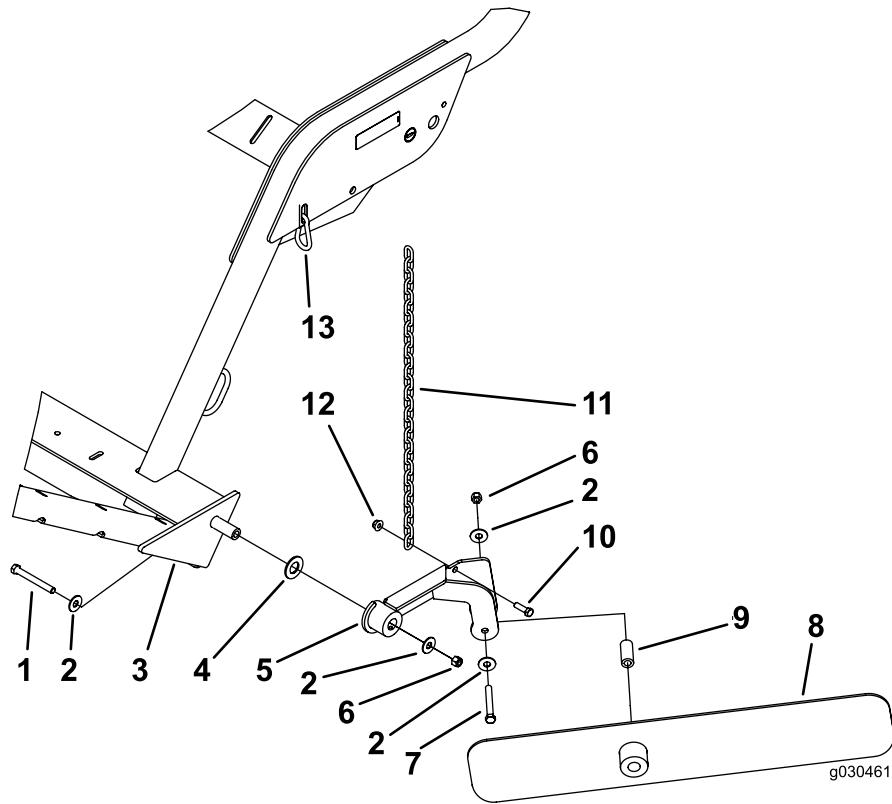

Figura 16
Nota: Posicione os componentes como se indica na Figura 16.
- Fixe a lâmina de alinhamento ao conjunto de montagem com um parafuso (7/16 pol. x 3¼ pol.), duas anilhas planas, um espaçador e uma porca de bloqueio (7/16 pol.). Monte os componentes como se mostra na Figura 16.
- Prenda a corrente no conjunto de montagem da lâmina utilizando um parafuso (¾ pol. x 1¼ pol.) e uma porca flangeada (¾ pol.) (Figura 16).
- Fixe a outra extremidade da corrente à ranhura da estrutura com a articulação de encaixe (Figura 16).